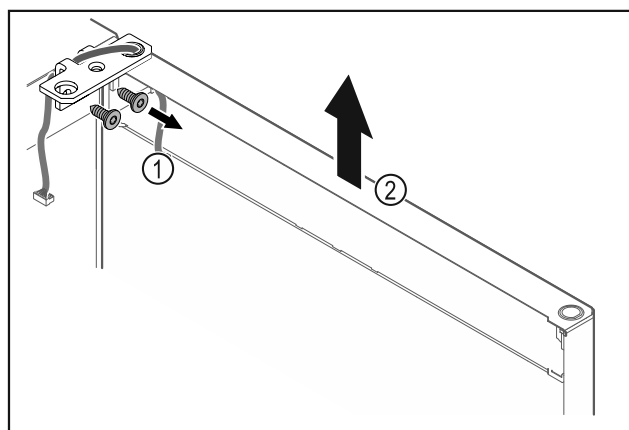

Fig. 24
- ▶ Odšroubujte úhelník závěsu Fig. 24 (1).
- ▶ Zvedněte dvířka včetně úhelníku závěsu Fig. 24 (2) přibližně 200 mm rovně směrem nahoru a vyjměte je.